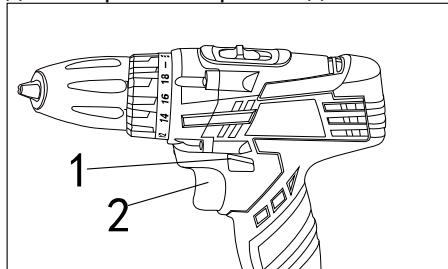

Рис.6
Перемикач напряму обертання (1) розташований над вимикачем (2) (Рис. 6). Для обертання за годинникової стрілкою переведіть її вліво, для обертання проти годин нової стрілки – вправо.